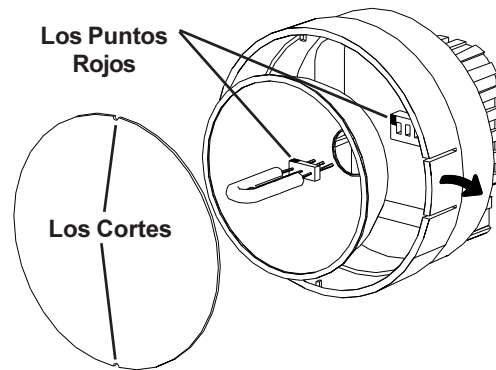

Figura 4 Reemplazo de Lámpara
igual arriba el punto rojo en el tapón con el punto rojo en el enchufe y mecen suavemente la lámpara al empujar en lugar (Vea la Figura 4). Cerciérese lámpara está en recto y centrado en el hoyo de reflector.
4. Vuelva a instalar el reflector y entonces posicione el lente anterior en el igualar del lugar los cortes en el lente con las dos pequeñas etiquetas en la envoltura para prevenir la rotación de lente (ve la figura 4). Empuje las etiquetas en el borde anterior exterior y apriete el lente en el lugar.